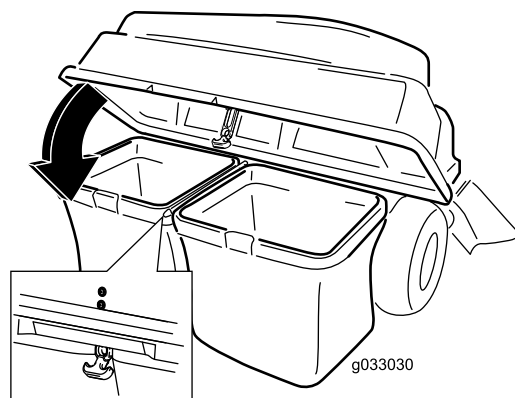

Figure 22
5. Abaissez le couvercle du système de ramassage sur les bacs (Figure 22).
6. Fixez le couvercle avec le verrou (Figure 22).